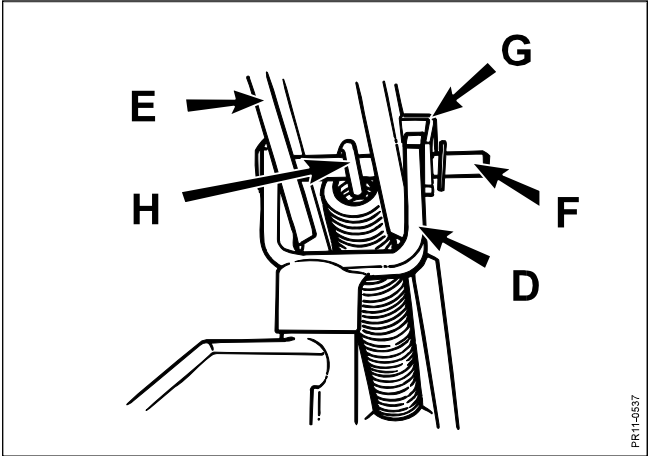

Fig. 1-3
- Fig. 1-3:** Bärramens gaffel D förbinds med avlastaren E med hjälp av tappen F. Kom samtidigt ihåg att montera parkeringslåset G och avlastningsfjädern H.